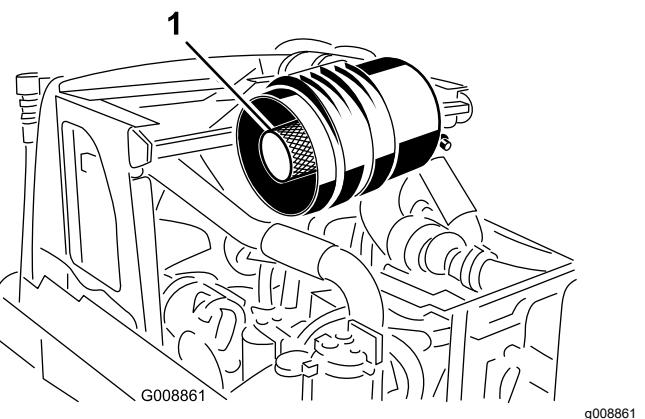

Bild 51
**Wichtig:** Versuchen Sie nicht, den Sicherheitsfilter zu reinigen. Tauschen Sie den Sicherheitsfilter bei jeder dritten Wartung des Hauptluftfilters aus (Bild 51).